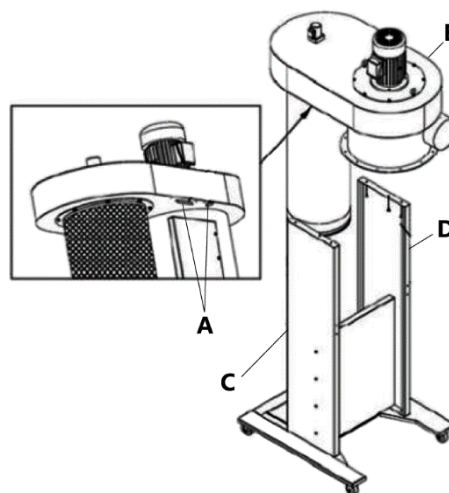

Рисунок 4.
Поднимите корпус в сборе (В), задействовав 3-4 человека, затем установите его на переднюю и заднюю панели (С) и (D). При помощи фланцевых болтов (А) М8×20 закрепите корпус на основании (рис. 4).